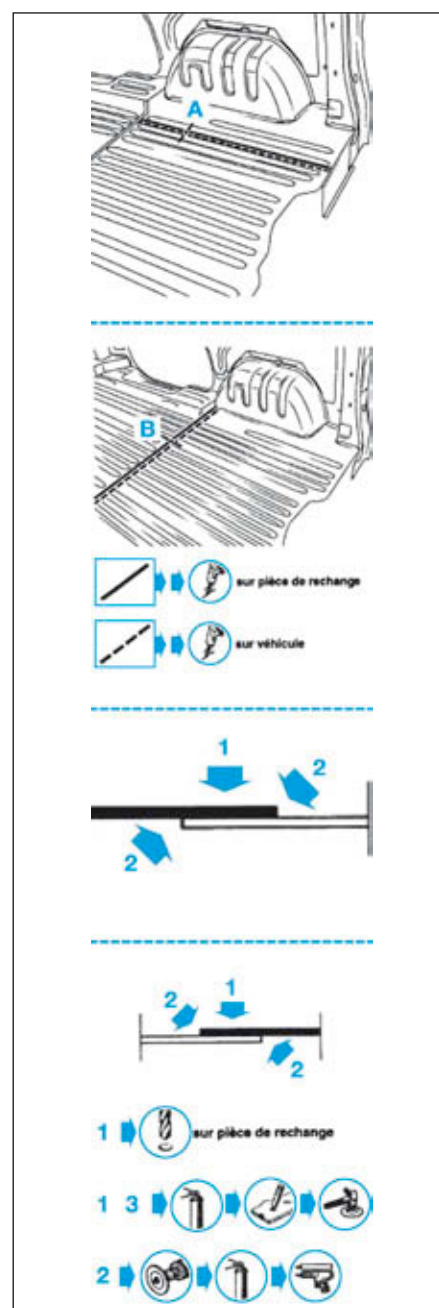

FIG.82
- Tracer puis découper le plancher arrière (Fig.82).
- Contrôler l'ajustage le plancher arrière (Fig.82).